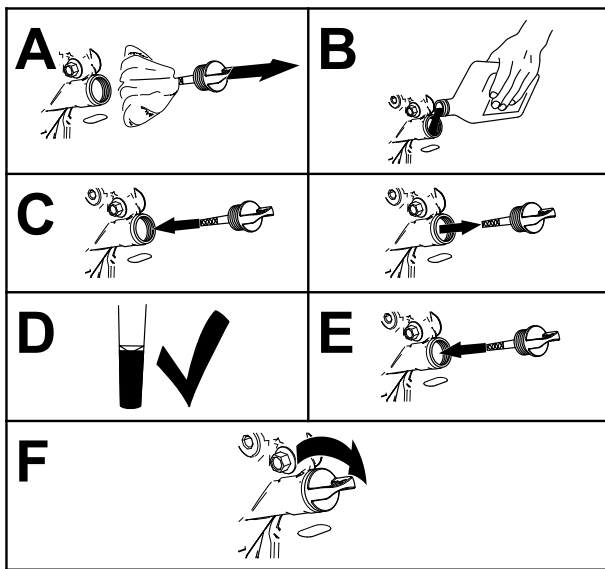

Figure 38
- Versez lentement environ 80 % de l'huile spécifiée dans le tube de remplissage, puis faites l'appoint lentement pour faire monter le niveau jusqu'au repère maximum (Full) (Figure 38).